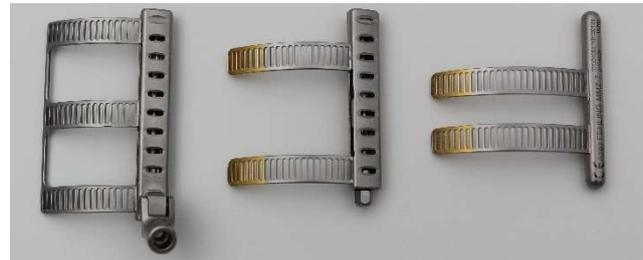

Fig. 18
3. Lo strumento, smontato nelle sue singole parti (Fig. 18), può ora essere ricondizionato.